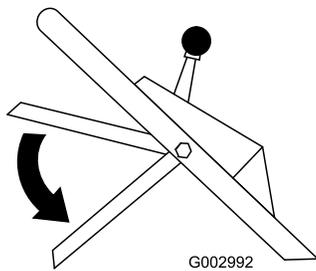

Figura 17
8. Asegúrese de que la barra de control de la cuchilla a su posición más baja (Figura 17).
2. Asegúrese de que la barra de control de la cuchilla a su posición más baja (Figura 17).
3. Mueva la barra de control de la cuchilla a su posición más baja (Figura 17).